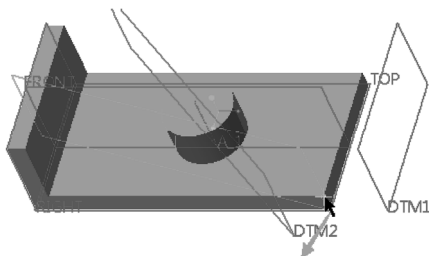

图 3-18 增加一个顶点参考
3) 按住〈Ctrl〉键的同时，单击图 3-18 所示的顶点，该点参考的约束类型选项自动为“穿过”。